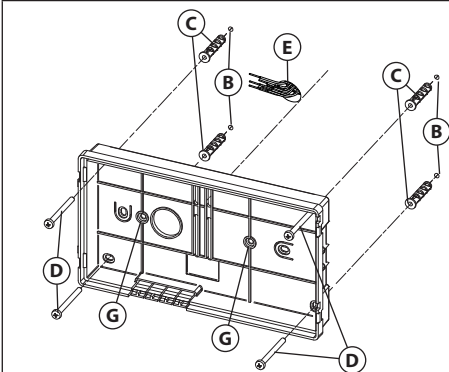

Fig. 4
3. Appoggiare a parete la base del videocitofono ad una altezza di circa 135cm dal pavimento finito e prendere i riferimenti per i fori di fissaggio (B) (**Fig. 4**) tenendo presente che i conduttori (E) (**Fig. 4**) devono passare attraverso l'apertura (F) (**Fig. 4**). Se per l'uscita da parete dei conduttori si utilizza la scatola da incasso 503, murare la stessa in posizione verticale lasciando circa 140cm tra la base e il pavimento finito.
4. Facendo riferimento alla **Fig. 4**, realizzare i fori (B), inserire al loro interno i tasselli ad espansione (C) e fissare la base del videocitofono alla parete tramite le viti (D) avendo cura di passare i conduttori (E) attraverso la fessura (F). Se è stata utilizzata la scatola da incasso 503, fissare a parete la base tramite i fori (G) (a passo con le linguette di fissaggio della 503) utilizzando le viti (D).